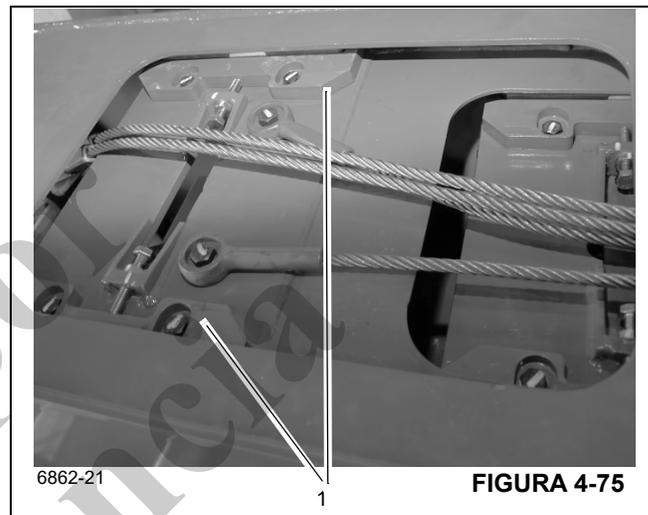

FIGURA 4-75
22. Instale las almohadillas de desgaste ajustables (1), (Figura 4-75) en la parte superior del extremo de la base de sección central interior.